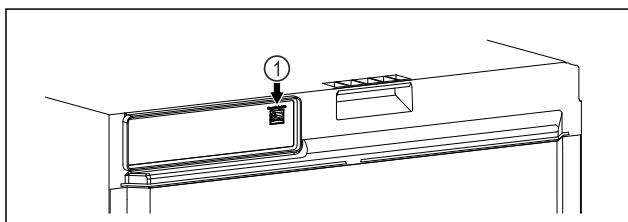

Fig. 100
Използва се SmartModule Fig. 100 (1).